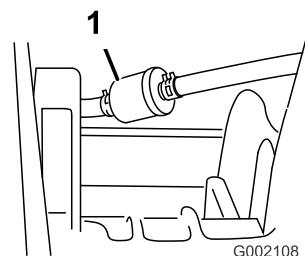

Figure 39
5. Enlevez les fixations du filtre à carburant sur les conduites d'alimentation (Figure 39).